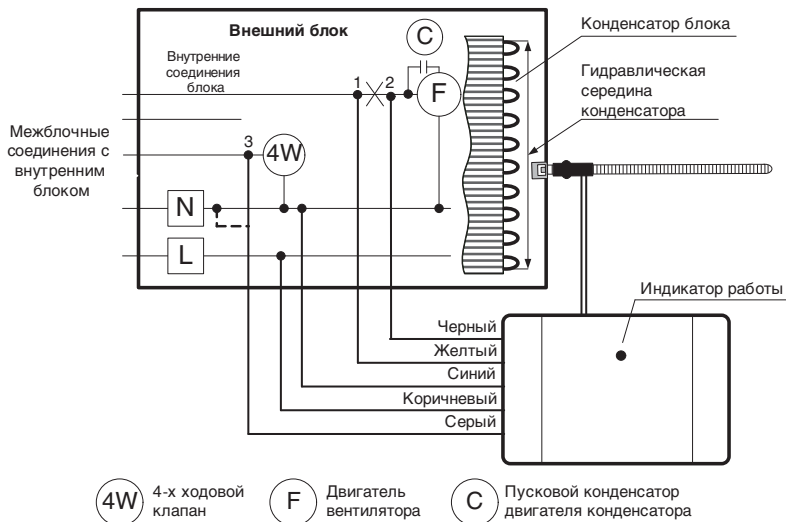

Рис. 7
3. Разрежьте провод питания вентилятора внешнего блока, как показано на рис. 7. Подсоедините желтый провод регулятора к точке 1, черный провод к точке 2.
жиме «охлаждение» обесточен, подсоедините серый провод к точке 3 (рис. 7).
- 4.3. При установке в блок «охлаждение – нагрев», на 4-х ходовой клапан которого в режиме «охлаждение» подается напряжение питания, подсоедините серый провод к точке 3 (рис. 7), снимите наклейку на задней крышке регулятора, перекусите проволочную перемычку на плате и восстановите наклейку.